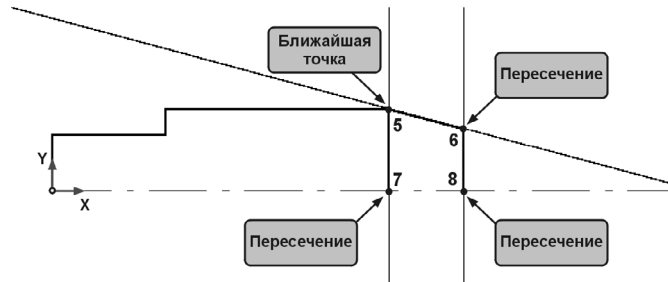

Рис. 18.7. Порядок использования привязок
- 4.3. С помощью команды **Отрезок** постройте три отрезка 5–6, 5–7 и 6–8. Порядок использования привязок показан на рис. 18.7.